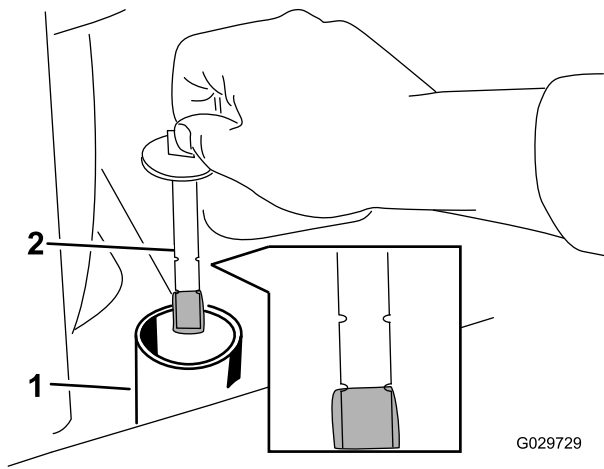

Bild 71
8. Nehmen Sie den Deckel des Füllstuzens ab und prüfen Sie den Ölstand am Peilstab (Bild 71).